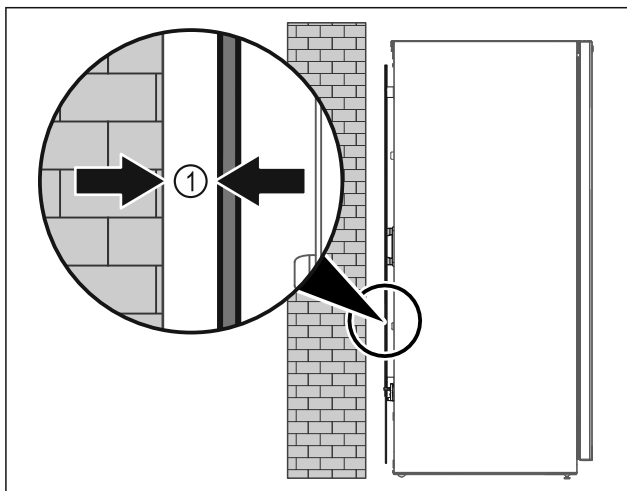

Fig. 6
- ▶ Τοποθετήστε τη συσκευή είτε ελεύθερη στον χώρο είτε απευθείας σε έναν τοίχο σε ελάχιστη απόσταση 5 mm (Fig. 6 (1)).